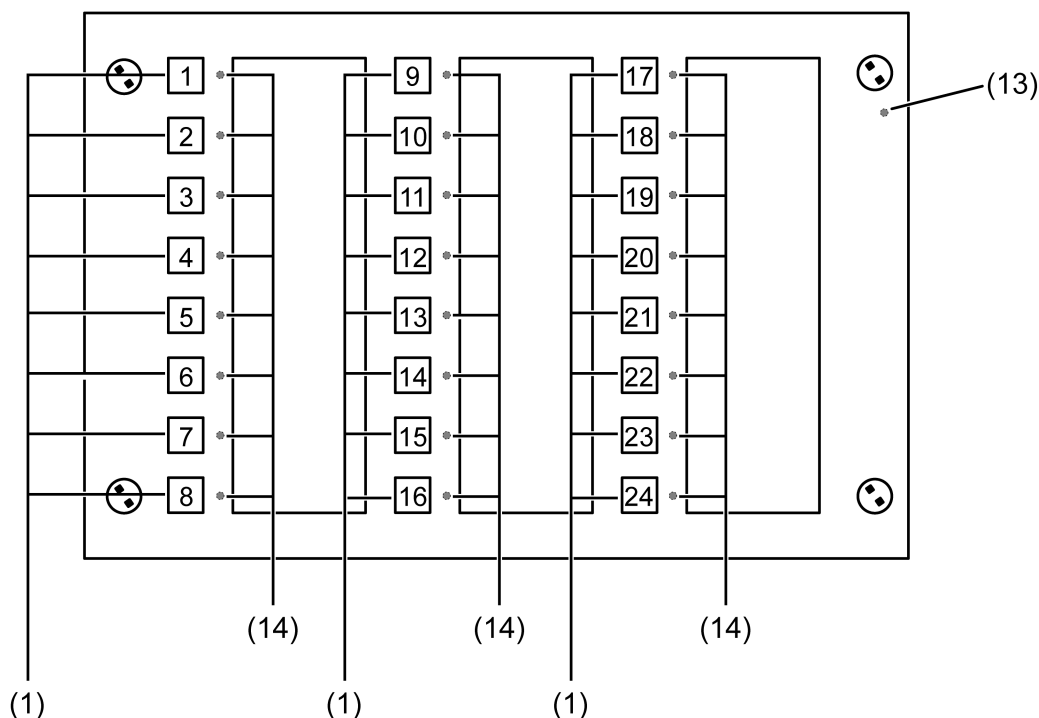

Figure 6: Disposition des surfaces de commande et des LED
L'extrémité avant de l'appareil se compose de 24 surfaces de commande (1) séparées les unes des autres et offrant des fonctions différentes, de 24 LED tricolores (14) et d'une LED de programmation (13). Les surfaces de commande capacitatives sont placées derrière une plaque en verre design fixée par vis et permettent la commande des fonctions de touches sensorielles de l'appareil (figure 6).